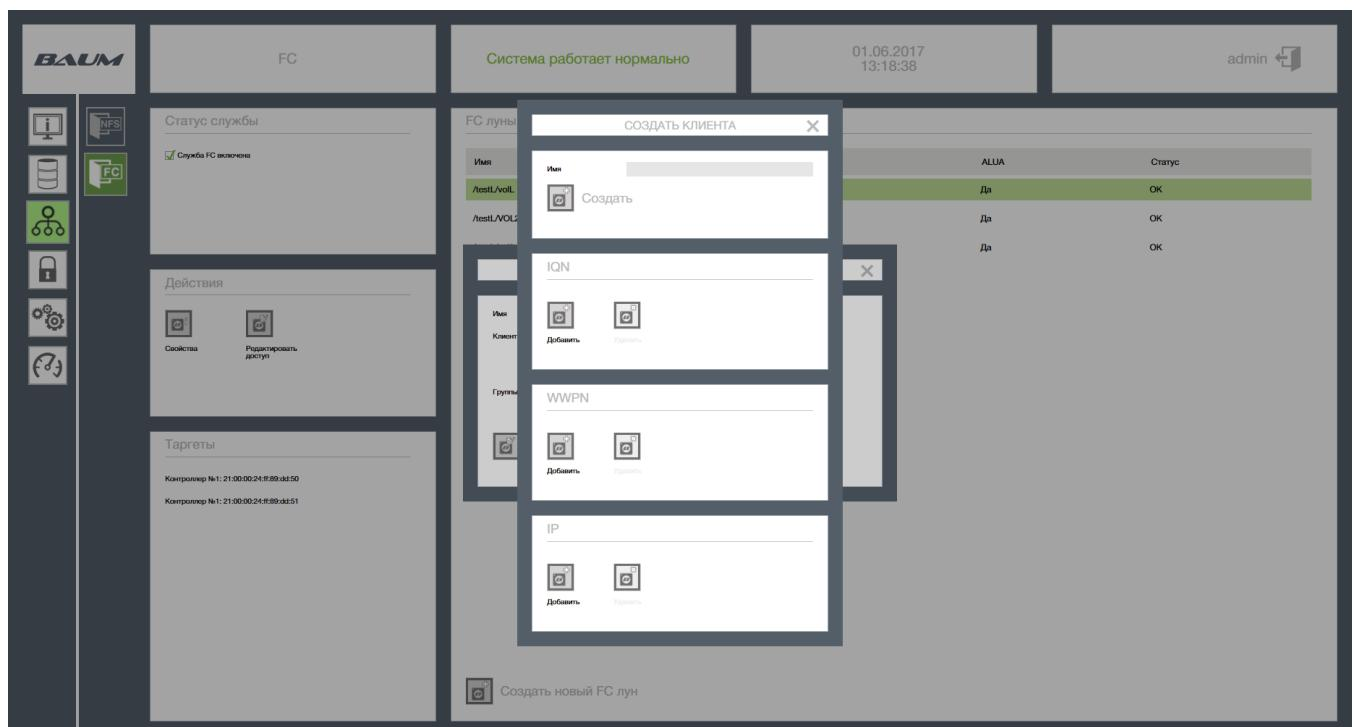

Рисунок 44 – Создание клиента
- 4.2) Нажать на кнопку добавить в меню WWPN (см. Рисунок 44)